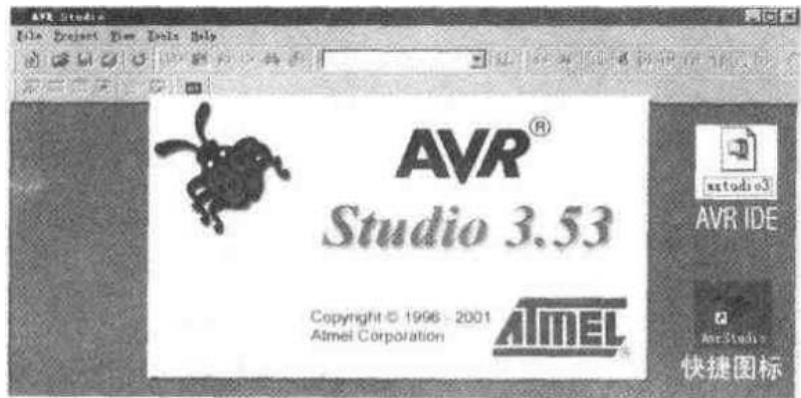

图 3.8 AVR Studio 3.53 集成开发环境窗口
ATMEL AVR Studio 3.53 集成开发环境(IDE),包括:① AVR Assembler 编译器;② AVR Studio 调试功能;③ AVR Prog 串行、并行下载功能;④ JTAG ICE 仿真等功能。AVR IDE 安装后,双击 AVR Studio 图标,则出现 AVR Studio 3.53 集成开发环境窗口,见图 3.8。